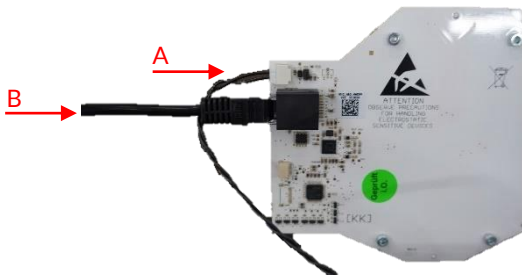

Abbildung 8: Anschlüsse an die RFID-Platine
1. Stecken Sie den Stecker zur Energieversorgung in die dafür vorgesehene Buchse auf der RFID-Platine (Abbildung 8, Anschluss A).
2. Stecken Sie den RJ45-Stecker des Ladecontrollers in die RFID-Platine (Abbildung 8, Anschluss B).